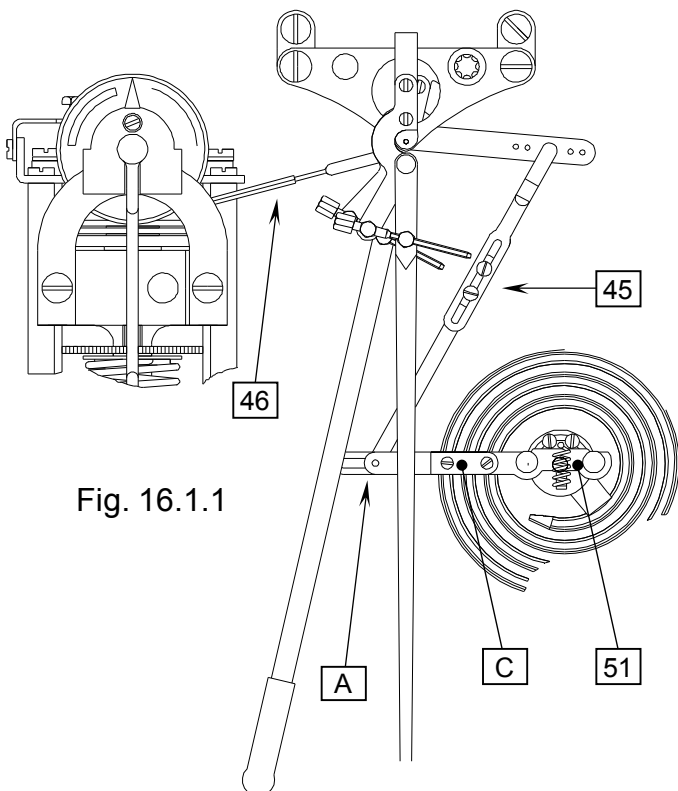

Fig. 16.1.1
Per correggere eventuali piccoli scostamenti della penna scrivente della variabile misurata dal valore reale, agire sul tirante (45) (vedi Fig 16.1.1).
Vedi Fig. 16.1.1 per elementi di temperatura e pressione.
- 2) Se così non fosse per cambiare l'aggiustaggio della linearità bisogna agire sull'angolo di rotazione del braccio motore (51) svitando le apposite viti. Ruotare in senso orario se l'indicazione è superiore a quella richiesta. Ruotare in senso antiorario se l'indicazione è inferiore a quella richiesta.
Correct any minimal deviations of the writing pen (measured variable) from the real value by turning the hexagonal part of the tie rod (45) (see Fig 16.1.1).
See Fig. 16.1.1 for temperature and pressure elements. See Fig. 16.1.2 for 3÷15 psi receiving elements.
4. Agire sulla vite del trimmer PT2 (vedi Fig. 16.1.1) e portare l'indice al 100% della scala.